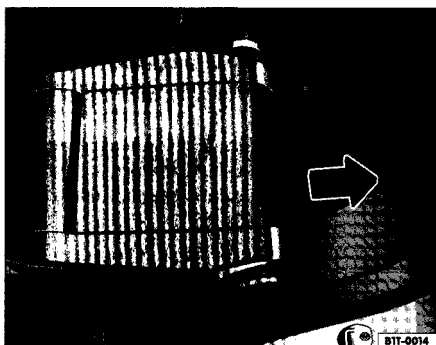
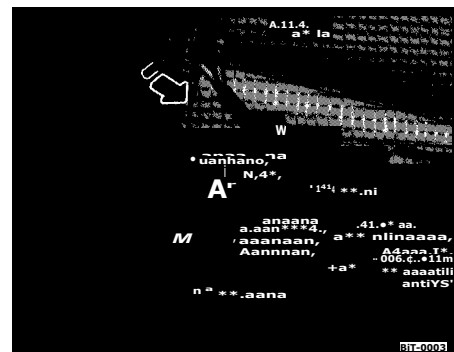

Fig. 63 Escamotage complet du siege.
Fig. 65 Retrait de la barre du siege
- Tirez la dragonne situee au dos du siege fig. 63 dans le sens de la fleche et rabattez le siege vers l'avant.
- Tirez le levier dans le sens de la fleche fig. 65 ou tirez vers le haut la dragonne rouge page 86, fig. 63 situee sur le siege pour deverrouiller la barre. Retirez la barre de securite du siege et inserez-la dans l'ancrage de plancher.